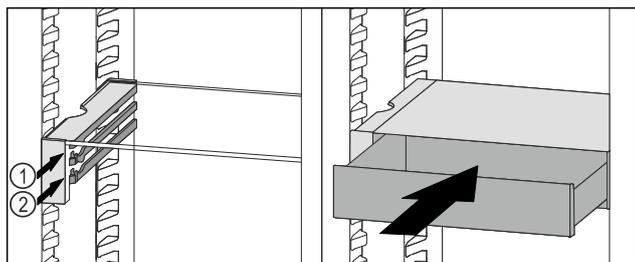

Fig. 90
- ▶ Coloque el cajón VarioSafe en la nervadura deseada *Fig. 90 (1)* o *Fig. 90 (2)* detrás de los topes.